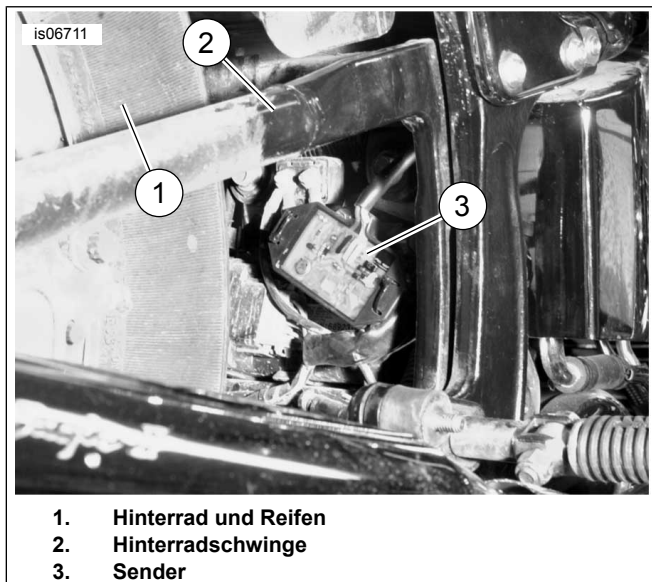

Abbildung 4. Montage des Senders, Softail ab 2000, außer Deuce (FLSTC gezeigt)
3. Siehe Abbildung 4. Den Sender (3) mit den Kabelbindern aus dem Satz am Kabelbaum zwischen Rahmen, Hinterradschwinge (2) und Hinterrad (1) befestigen.